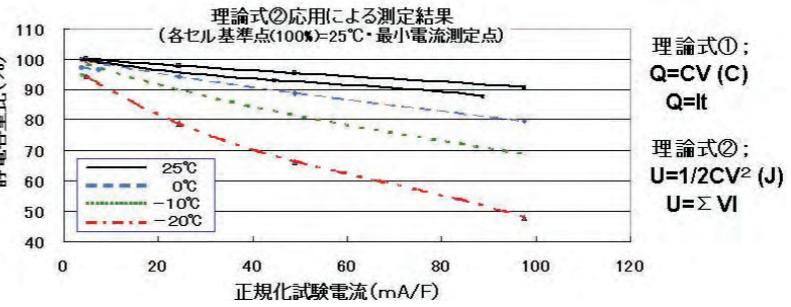
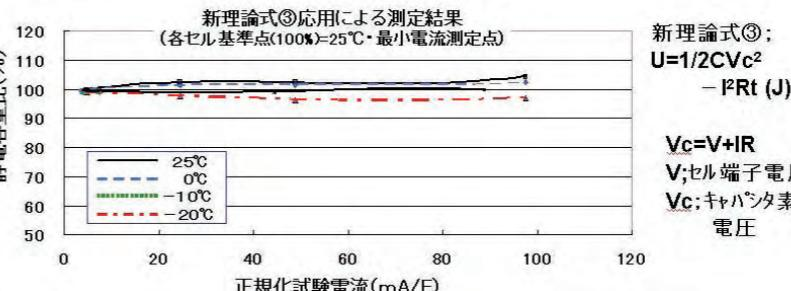
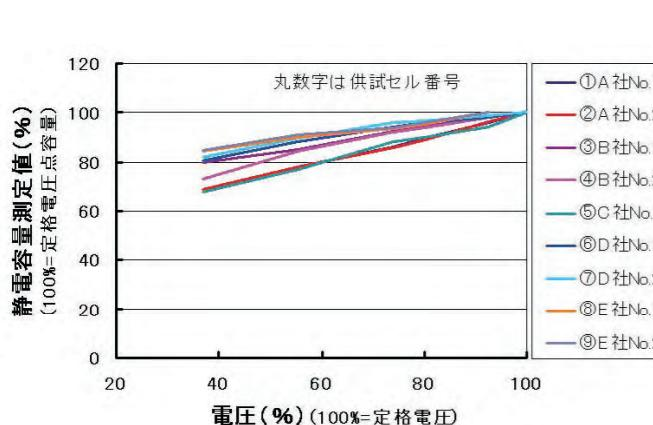

図1 従来の方法による静電容量測定結果例
図2 新理論式による静電容量測定結果例
図3 静電容量と電圧の関係測定結果例
キヤパシタにおける静電容量は、理論的には図1に示す二つの理論式①、②におけるパラメータのことであるが、実際には、特に最近の大容量型キヤパシタほど、これを正確に測定することはむずかしい。測定方法の基となるこの特性に関する理解見解において、専門家の間でまだまだ大きな違いがあるようである。現在の有力な見解の一つは、「これは電流依存性がある」ことは電流の大きさによって変動するパラメータであるといふ。当委員会で調査した結果を図3に示すが、理論式②を用いてこれを測定すると、確かに試験電流が増大するほどには小さく測定された。さういふ、当調査結果では、Cは温度が低くなるほど小さく測定された（既知ではあるが）、では、これは電流依存性があり、むづく温度依
その謎は、当委員会が北見工業大学山城先生らの論文（図2中の新理論式③等提起）を参考に調査試験を重ねた結果、図1の測定結果が図2に示すようにCが電流・温度に依存する傾向がほとんど現れなくなるという結論が得られたので「Cの測定では試験電流によるエネルギーロスを考慮すべき」そして「Cは温度、電流に一次的には依存せずほぼ一定である」という見解を提案するに至った。しかしながら、現時点のJIS案においては「Cには電流依存性がある」という見解から、電流依存性が顕著とならない比較的小さい電流域、すなわち効率が95%相当の電流で、かつ、温度の影響を受ける
当委員会は、さうにもう一つの重要な見解として「Cには電圧依存性がある」ことを提起したい。これは北見工大との共同による研究結果であるが、メーカー、キヤパシタタイプ、蓄電容量などが大きく異なる多くのセルを調査した結果、図3に示すように例外なく、Cには頗著な電圧依存性があることがあらためて確認された。この特性については従来から北見工大等から論文が散見されていたが、今回、広範囲な種類のキヤパシタにおいて共通の特性として調査確認されたわけで、この結果が標準化議論に提起される意義は大きいと考える。この特性は、応用場面における使用電圧範囲によってCが変動するということであり、用途に応じてどのような電圧範囲でこれを測定するのか、または、統一的電圧範囲を設定するのか大いに議論する必要があつ。当委員会の現時点での標準化案では全電圧範囲で測定し、全電圧範囲における平均値をとることを提案しているが、再議論の余地があるよつだ。